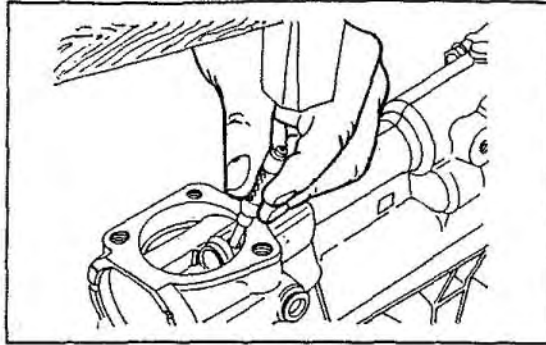

Bild 140
- Sperre des 5. Ganges von der Seite des Getriebes abschrauben (Bild 140) und den darunter sitzenden Sperrstift, sowie die Felder herausnehmen.